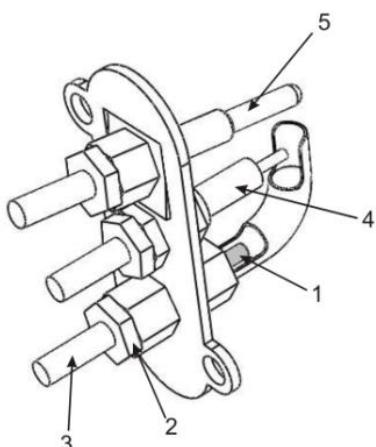

Рис.10 Устройство узла запальной горелки
- Приподнимите запальную горелку. Открутите ключом на 10 муфту подводящей медной трубы 2 (рис.10).
- Выньте из канала смесителя трубку 3 вместе с соплом 1 (рис.10) и замените последнее согласно таблице 4.